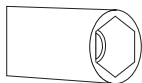

Figure 2
1. Veuillez utiliser un tournevis à tête spéciale pour retirer et installer le gicleur comme illustré dans. (Figure 2)